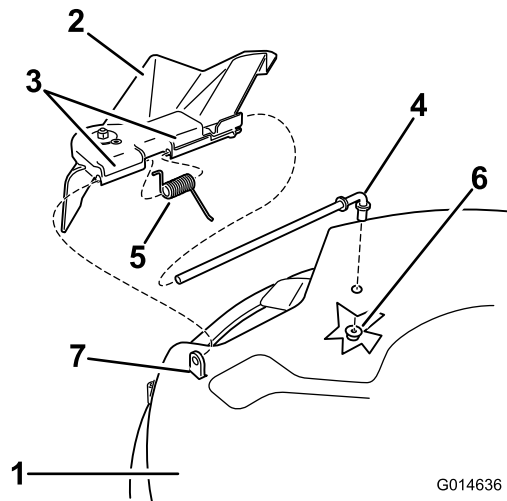

Figura 57
- Retire la tuerca (3/8 pulg.) de la varilla (debajo del cortacésped) (Figura 57).
- Retire la varilla del espaciador corto, del muelle y del deflector de hierba (Figura 57). Retire el deflector de hierba dañado o desgastado.
- Vuelva a colocar el deflector de hierba (Figura 57).
- Coloque el muelle sobre la varilla, con los extremos de los alambres hacia abajo, y entre los soportes del deflector de hierba. Deslice la varilla por el segundo soporte del deflector de hierba (Figura 57).
extremo trasero de la varilla en el cortacésped con una tuerca (3/8 pulg.) (Figura 57).